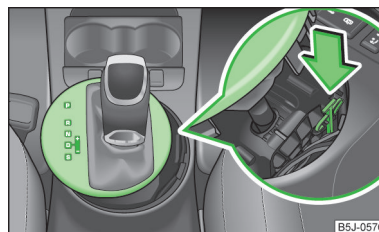

Fig. 92
- Con un dito premere il componente in plastica di colore giallo nella direzione indicata dalla freccia » fig. 92.